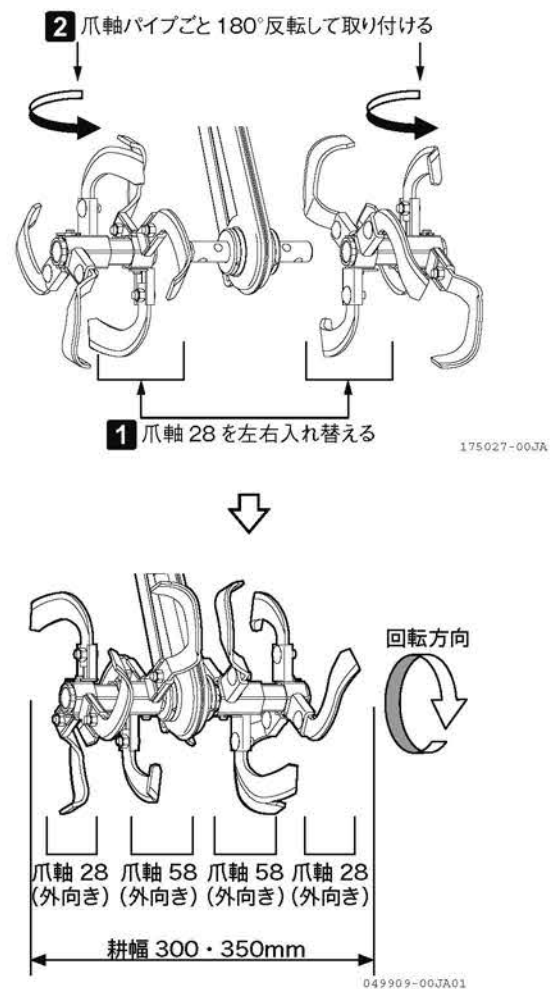

図 3-27 逆転外向き〈1〉
1. 39 ページの「耕うん作業（出荷状態）」の状態から内側の爪軸 28 を左右入れ替えて爪軸 58 と、爪軸 28 の爪の向きを同じ方向にします。(図 3-27)
2. 爪軸パイプごと 180° 反転して取り付けます。(図 3-27)